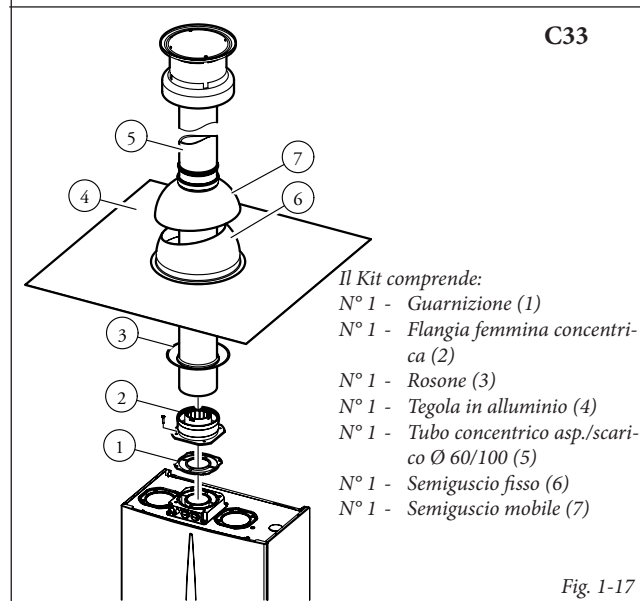

Fig. 1-17
• Kit verticale concentrico di aspirazione e scarico. Questo terminale permette l'aspirazione dell'aria e lo scarico dei fumi direttamente all'esterno dell'abitazione in senso verticale (Fig. 1-17 ÷ 1-18).
Kit verticale con tegola in alluminio Ø 60/100. Montaggio kit (Fig. 1-17): Installare la flangia concentrica (2) sul foro centrale della caldaia interponendo la guarnizione (1) (*che non necessita di lubrificazione*) posizionandola con le sporgenze circolari verso il basso a contatto con la flangia di caldaia e serrare con le viti presenti nel kit. Installazione della finta tegola in alluminio: sostituire alle tegole la lastra in alluminio (4), sagomandola in modo da fare defluire l'acqua piovana. Posizionare sulla tegola in alluminio il semiguscio fisso (6) e inserire il tubo di aspirazione-scarico (5). Innestare il terminale concentrico Ø 60/100 con lato maschio (5) (liscio), nella flangia (2) sino a portarlo in battuta, accertandosi di avere già inserito il rosone (3),